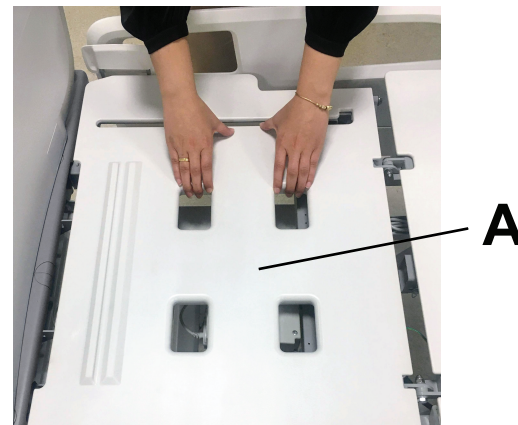

Figure 7 – Retrait de la housse inférieure du repose-jambes
1. Retirer la housse inférieure du repose-jambes (A) (Figure 7).